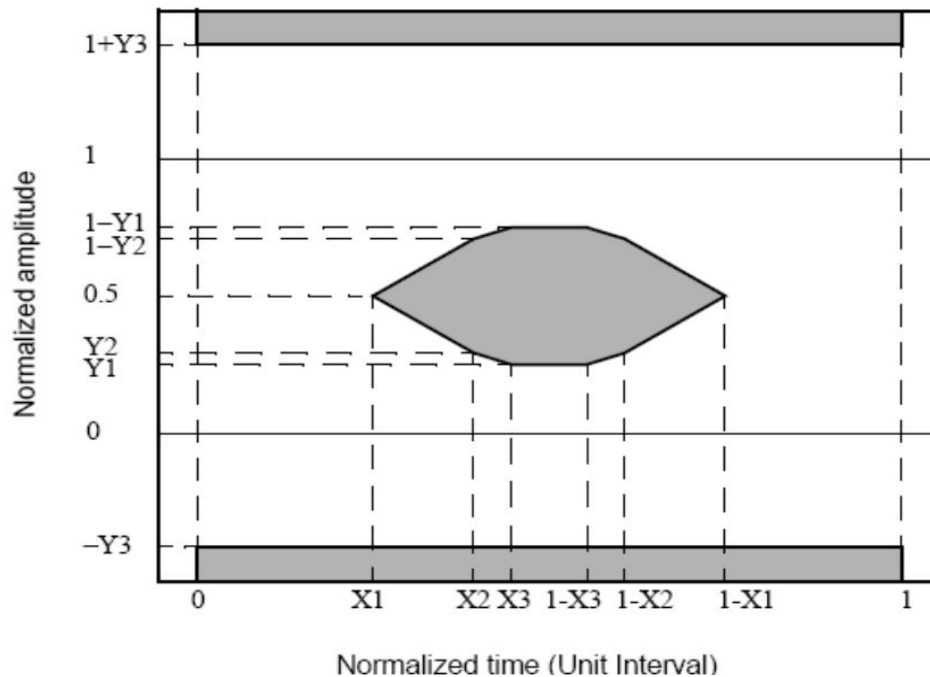

图2：眼图遮罩
2. 符合IEEE 5e-5的Hit ratio; 请参见下面的图2。